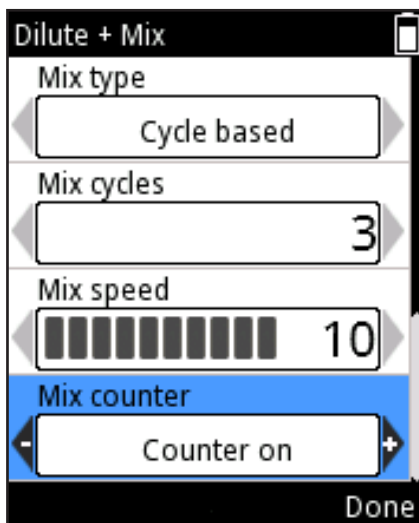

Abb. D33.
9. Zähler unter **Counter** aktivieren bzw. deaktivieren (on/off, Änderung mit  /  (Abb. D33).